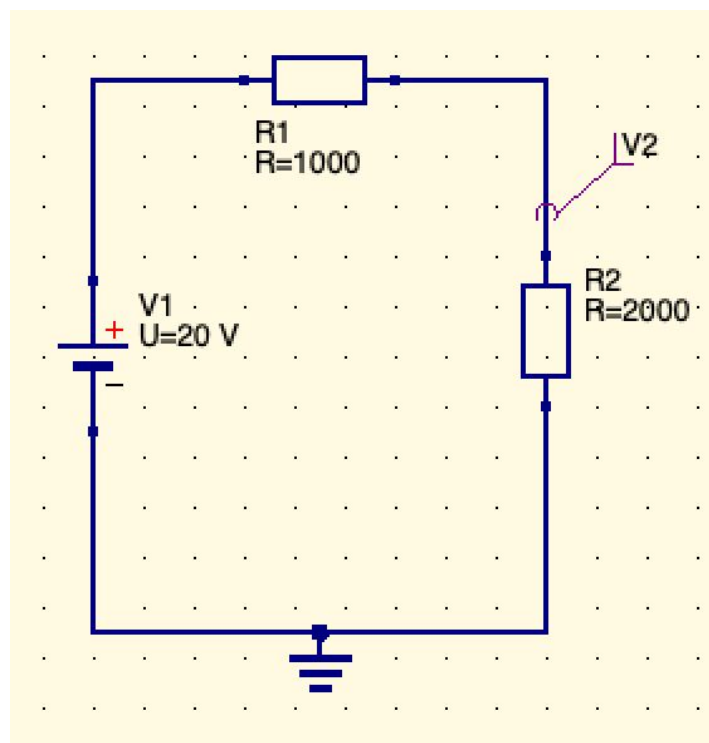

Figura 1: Circuito montado no QUCS
3.1.2) O circuito do item 3.1 do Roteiro de Laboratório foi montado no QUCS e o resultado é mostrado na Figura 1.
3.1.3) Após ter o circuito montado, foi adicionado o recurso *Wire Label* para monitorar a tensão no R2 e a corrente na série, também ilustrado na Figura 1. Dessa forma, os resultados obtidos foram ilustrados na Tabela 1.